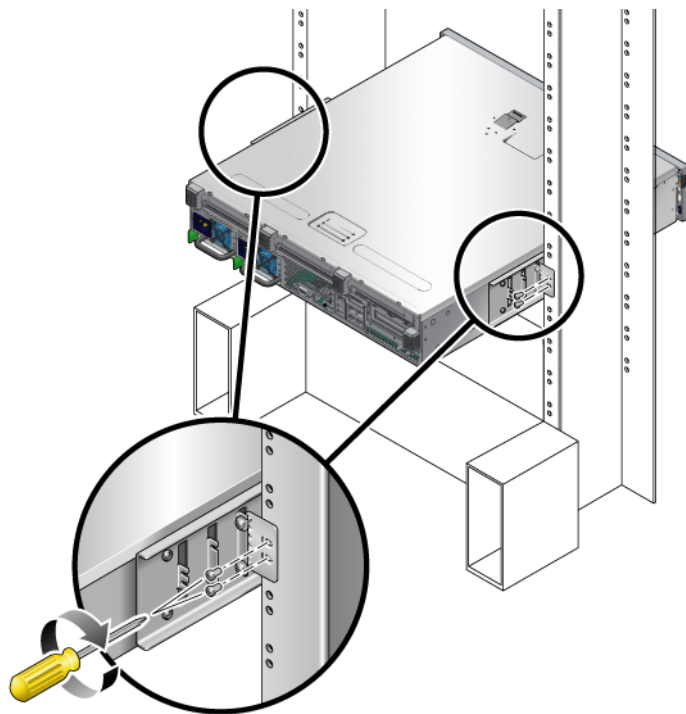

图 4-13 将后板固定到机架上
- d. 使用两颗螺丝，将后板的另一侧固定到柱的后部（图 4-13）。